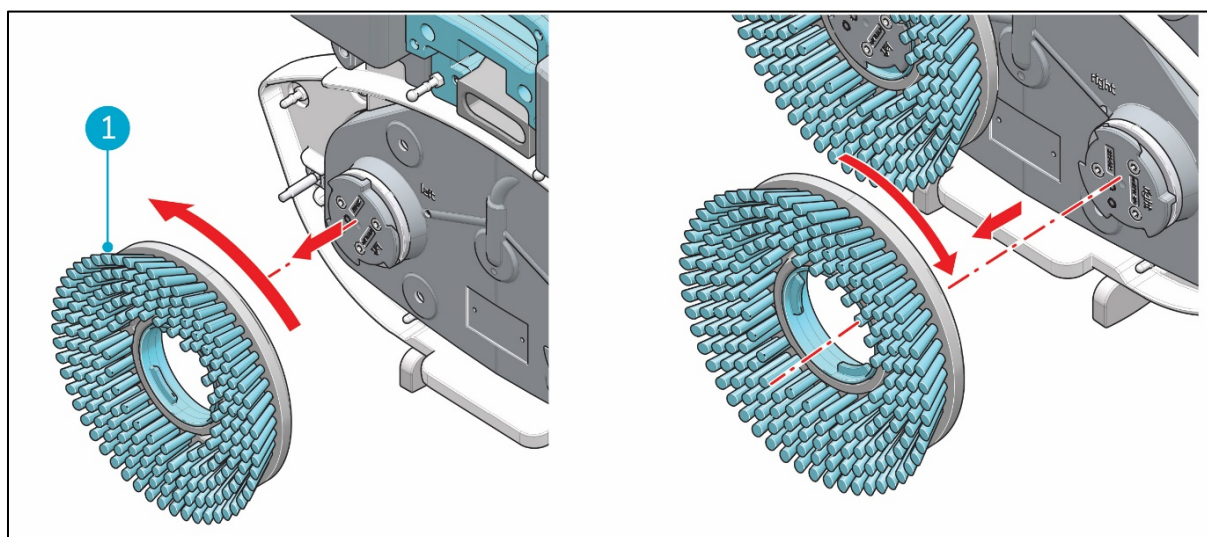

Figura 25
3. Con la otra mano, gira el cepillo izquierdo (Figura 25, pos. 1) en sentido antihorario hasta que notes resistencia o veas que el disco del motor también gira.